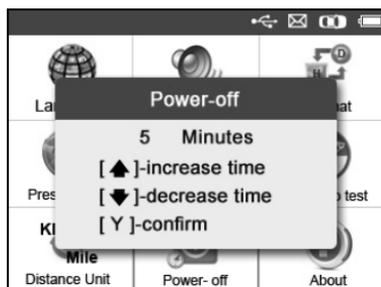

Figura 3.10
- 2) Premere il pulsante di scorrimento **SU/GIÙ** per aumentare o diminuire l'intervallo temporale per l'auto-spegnimento, poi premere il pulsante **S** per confermare la modifica oppure **N** per uscire senza cambiamenti. (Figura 3.10)